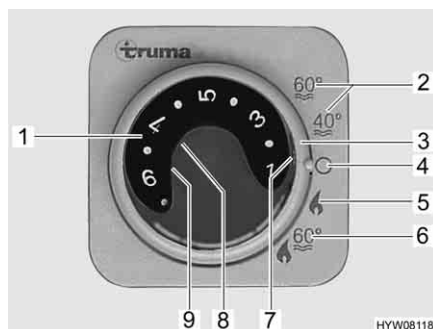

Fig. 156 Centralina di controllo per riscaldamento/boiler
- Impostare la modalità di funzionamento tramite l'interruttore girevole (Fig. 156,3).
A seconda della temperatura ambiente desiderata, il riscaldamento seleziona automaticamente il livello del bruciatore necessario. Al raggiungimento della temperatura ambiente desiderata, il bruciatore si spegne. Durante la modalità di funzionamento "Riscaldamento e boiler" (Fig. 156,6) è riscaldata anche l'acqua nel boiler. Nella modalità di funzionamento "Riscaldamento senza boiler" (Fig. 156,5) è possibile far funzionare il riscaldamento con il boiler vuoto.
- Impostare la manopola della temperatura (Fig. 156,1) sulla centralina di controllo scegliendo la potenza desiderata.
- Posizionare l'interruttore girevole (Fig. 156,3) su funzionamento invernale "Riscaldamento senza boiler" (Fig. 156,5) o "Riscaldamento e boiler" (Fig. 156,6).
Si accende la spia verde di controllo (Fig. 156,7).
- Posizionare l'interruttore girevole (Fig. 156,3) su "O" (Fig. 156,4).
La combinazione funzionamento a gas e funzionamento elettrico a 230 V diminuisce il tempo di riscaldamento (è possibile solo se il riscaldamento viene impostato sulla centralina di controllo (Fig. 156) su funzionamento invernale). Se viene selezionato il funzionamento elettrico a 230 V, la spia gialla di controllo si accende (Fig. 157,6).